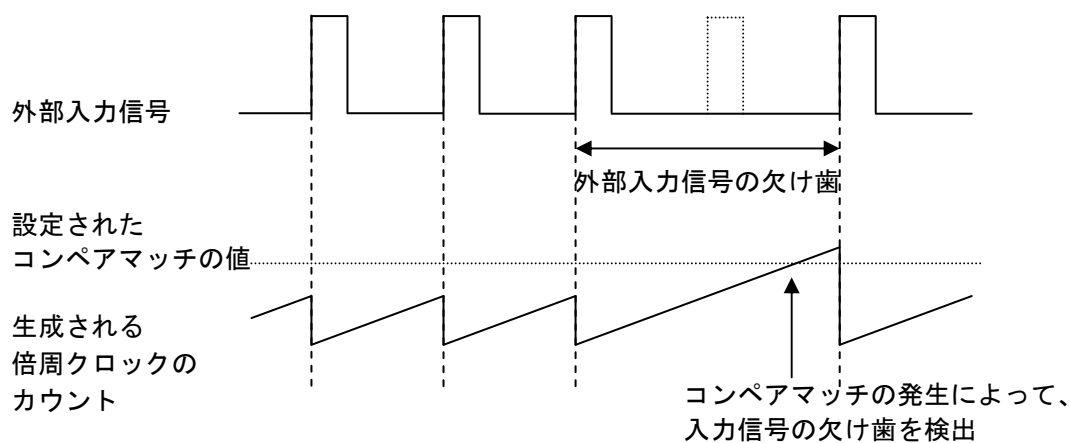

図 2.43 倍周クロックの欠け歯の検出
- 1) 図 2.43に示すように外部信号の周期を計測し、それに対する倍周クロックを生成します。